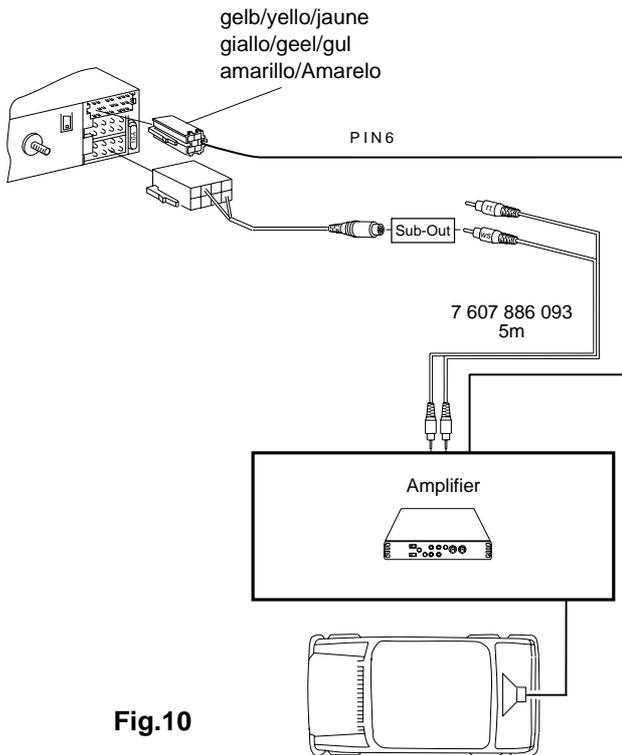

Fig.10
- Anschluß SUB-OUT(CINCH) Fig. 10